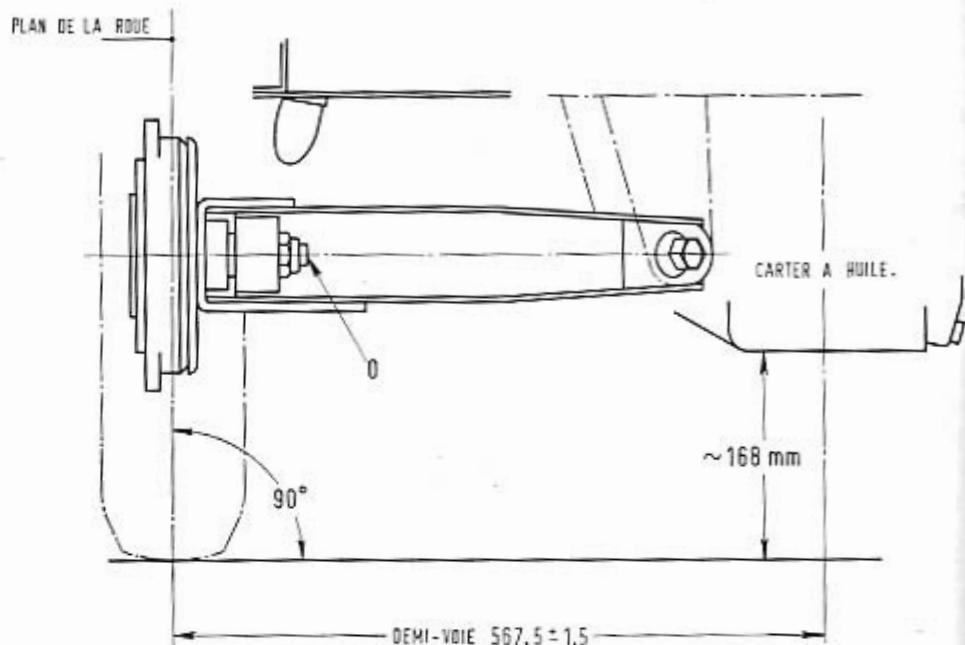

Fig. 256.
- écarté de $567,5 \pm 1,5$ mm de l'axe longitudinal (demivoie, fig. 256).
c) Soulever les suspensions arrière en comprimant le ressort spiral et l'amortisseur: visser la queue inférieure de l'outil jusqu'à ce que le repère coïncide avec celui sur l'étrier marqué «N. 500». En cette position, le plan de la roue est vertical et le centre (0, fig. 256) de l'arbre de roue se trouve à 127 mm de la console de butée du tampon.